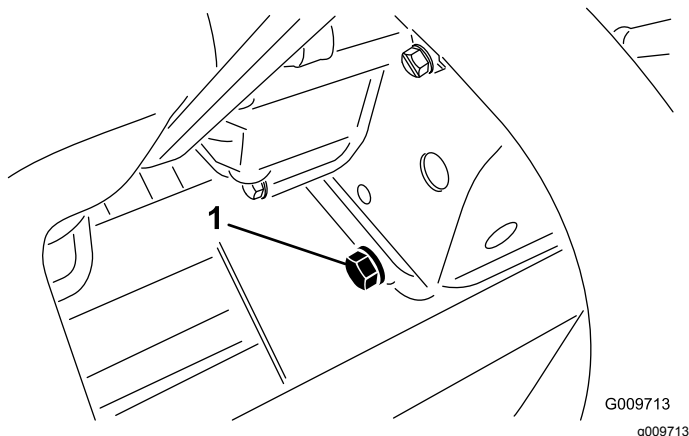

Figura 30
1. Togliete il tappo di spurgo posteriore (Figura 30) e lasciate defluire l'olio in una bacinella. Quando l'olio cessa di defluire, rimontate il tappo.